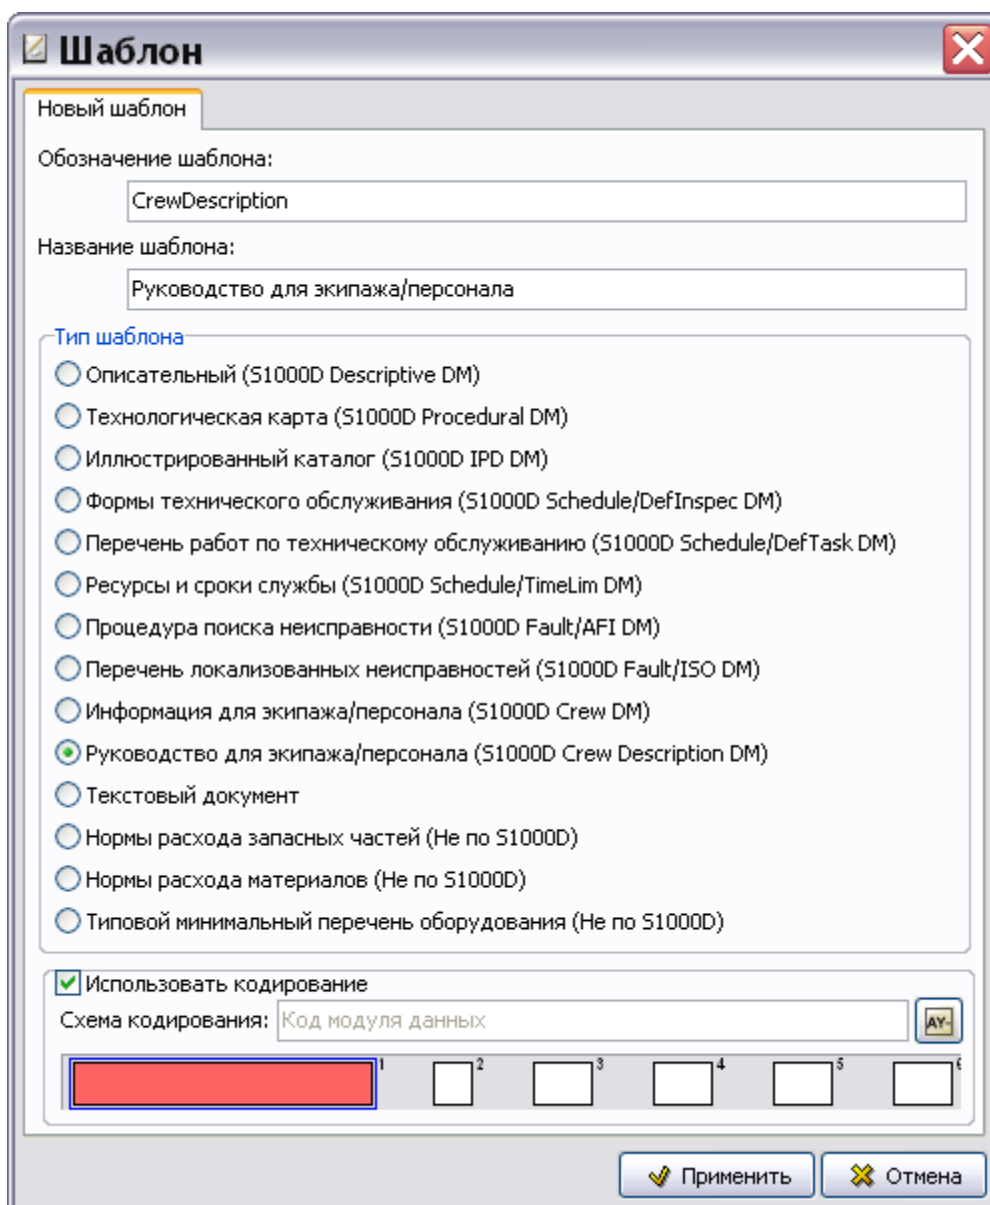

Рис. 3.74
2. В диалоговом окне **Шаблон** введите обозначение шаблона – «CrewDescription» и название – «Руководство для экипажа/персонала» (Рис. 3.74).